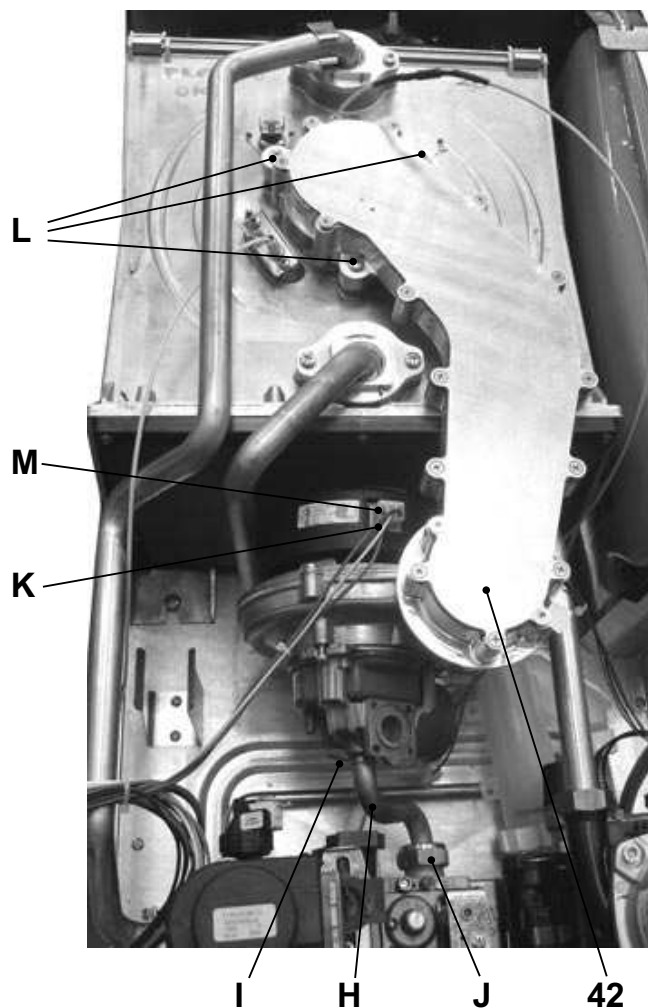

Figura 9.8
Rimozione del gruppo bruciatore ventilatore 42 in Figura 9.8 .
- Inserire un cacciavite piano nella rientranza K del connettore M e fare leva verso il basso, contemporaneamente scollegare il connettore M tirandolo frontalmente (Figura 9.8).
- Svitare le viti L e rimuovere il gruppo bruciatore ventilatore 42 (Figura 9.8)